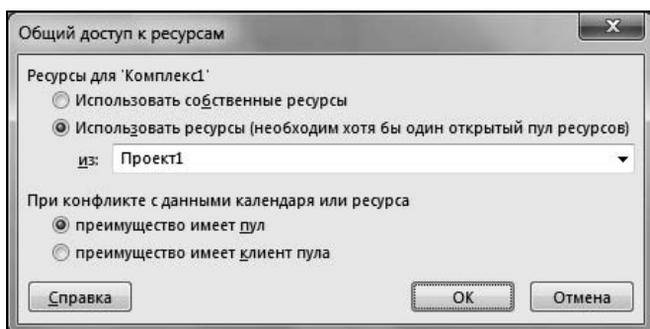

Рис. 8.20. Окно формирования пула ресурсов
4. На вкладке ленты меню **Ресурс** открыть список **Пул ресурсов** и выбрать в нем команду **Доступ к ресурсам**. Открывшееся окно показано на рис. 8.20. В области этого окна **Ресурсы для 'ПРДГРемонт23'** выбрать переключатель **Использовать ресурсы (необходим хотя бы один открытый пул ресурсов)** и убедиться, что в окне списка выбран файл **Проект1**. Убедиться, что в области **При конфликте с данными календаря или ресурса** выбран переключатель **преимущество имеет пул**. Нажать кнопку **ОК**. После этого одноименные ресурсы связанной пары файлов будут рассматриваться как одни и те же виды ресурсов.